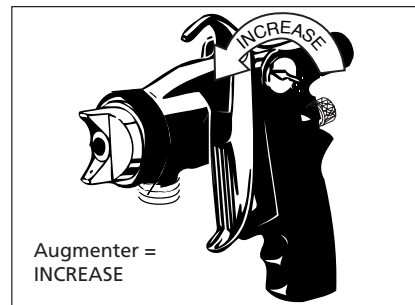

Fig 14 - Ajustement pour configuration fin
6. Pour un ajustement de configuration fin, tourner le bouton de réglage du flux d'air au sens des aiguilles d'une montre pour réduire et au sens contraire des aiguilles d'une montre pour augmenter le flux (Voir Fig. 14). La réduction du flux d'air aide à réduire la sur-pulvérisation.